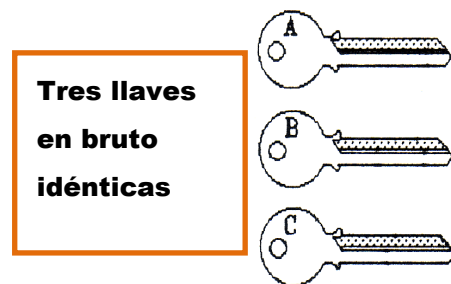

Figura 9
- 3) Necesitará tres llaves en bruto idénticas. Le recomendamos que las etiquete (por ejemplo con A, B y C. Ver figura 9).